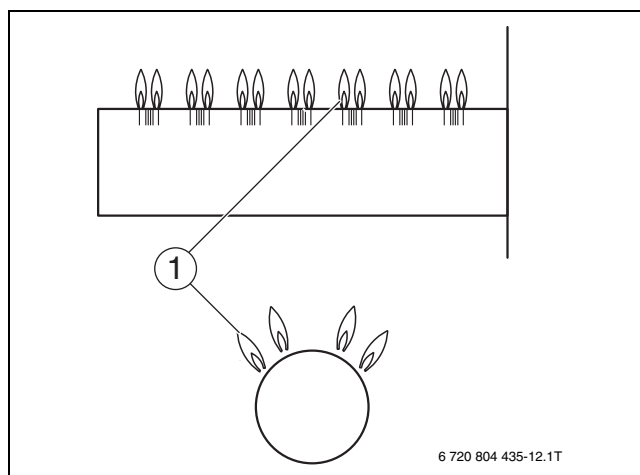

Fig. 12 Brûleur principal
- ▶ Pour vérifier le contrôle de flamme, fermer le robinet de gaz. La flamme du brûleur principal (→ fig. 12, page 8) et la flamme d'allumage s'éteignent. Après six (6) secondes maximum, l'électrovanne principale du bloc gaz doit fermer en faisant un bruit particulier. Dans le cas contraire, tourner immédiatement l'interrupteur principal du bloc gaz dans le sens horaire sur OFF. Fermer le robinet principal de gaz et couper l'installation de chauffage de l'alimentation électrique. Informer un technicien du service après-vente ou le fournisseur de gaz.